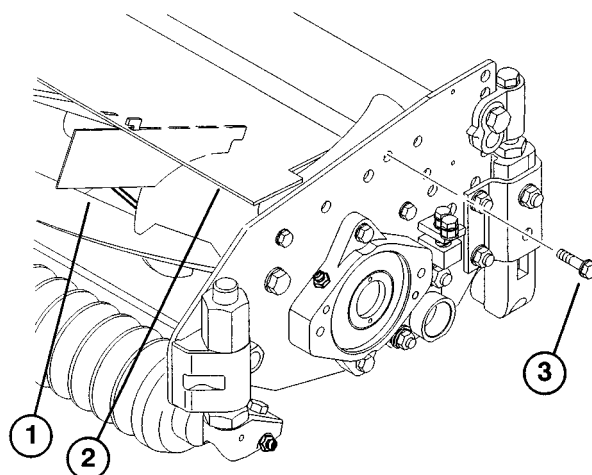

Fig. 11
3. For å forandre gressvernets vinkel løsner du settskruen (fig. 11) som holder vernet til venstre sideplate og setter vernet i ønsket vinkel. Trekk skruen til igjen.